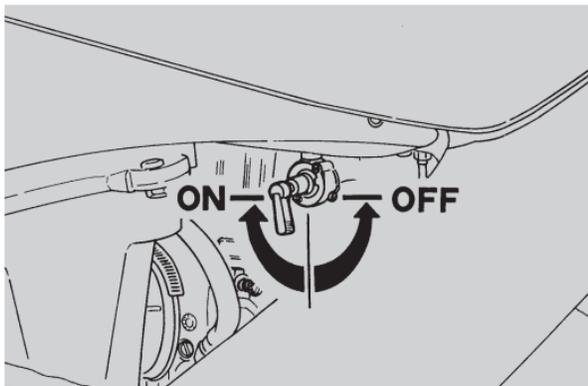

Fig. 38
- portare su "OFF" il rubinetto del carburante (Fig. 38);